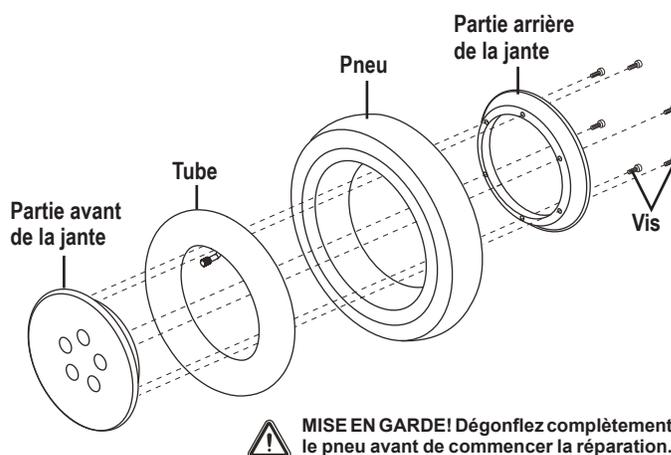

Figure 24. Roue motrice démontée
6. Retirez les vis qui retiennent les deux parties de la jante ensemble. **Voir la figure 24.**
10. Rétirez les cinq (5) écrous de roue sur le moyeu et resserrez.
3. Retirez le capot avant en comprimant les poignées de détente (**voir la figure 24**) et en soulevant le plateau.
4. Débranchez les connecteurs rapides sur les batteries. **Voir la figure 24.**
7. Installez le fil sur la batterie avant selon le diagramme de branchement. **Voir la figure 24.**
8. Installez le fil sur la batterie arrière selon le diagramme de branchement. **Voir la figure 24.**